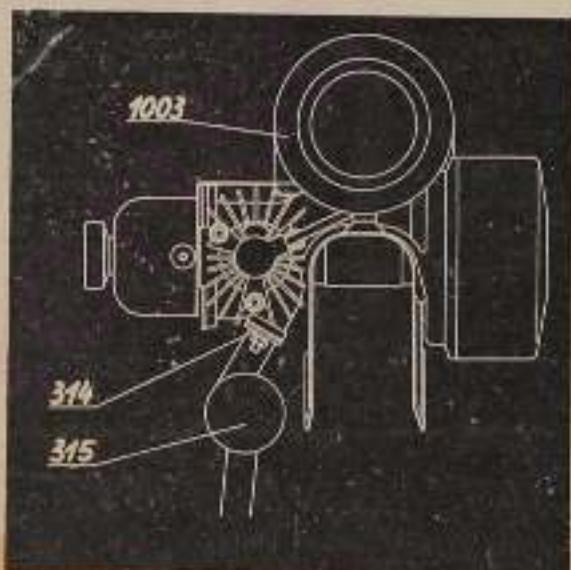
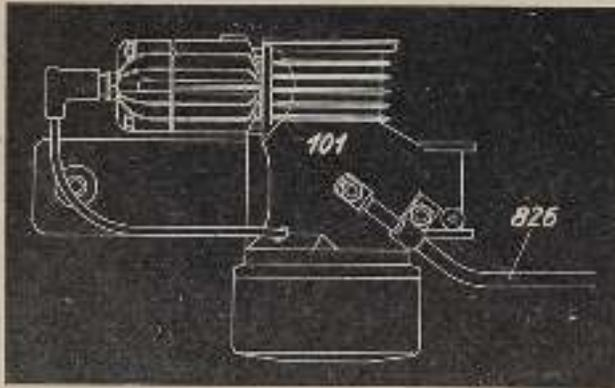

Abb. 2
Abb. 3
Nun befestigt man den Ausrückhebel (826) auf dem Gehäuse (101) (siehe Abb. 3) und baue die Motorhaube (1003), und den Auspuff (315) an. (Vergessen Sie nicht das Isolierstück 314 am Auspuff [siehe Abb. 2] anzubringen).